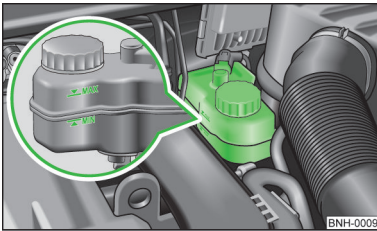

Abb. 138
- Ist der Flüssigkeitsstand unter die MIN-Markierung abgesunken » Abb. 138 auf Seite 174,  nicht weiterfahren - es besteht Unfallgefahr! Die Hilfe eines Fachbetriebs in Anspruch nehmen.
- Den Bremsflüssigkeitsstand am Behälter prüfen » Abb. 138.